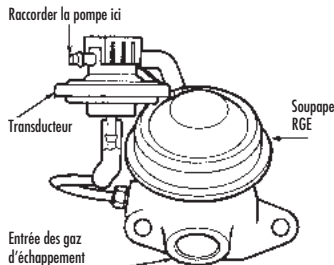

FIGURE 11: CONTRÔLE DE LA SOURCE DE VIDE POUR LA VALVE DE RETARD À L'ALLUMAGE À L'AIDE DE LA POMPE
1) Déposer le filtre à air et obturer le raccord du collecteur d'admission. Faire démarrer le moteur et le faire chauffer à la température normale de fonctionnement. Positionner le taquet de ralenti accéléré sur la deuxième saillie de la came de ralenti accéléré (pour obtenir 1500 tr/mn environ), puis noter le régime indiqué par un tachymètre. Utiliser la pompe pour contrôler la dépression de la source à un orifice du collecteur d'admission (FIGURE 11). Noter cette valeur.